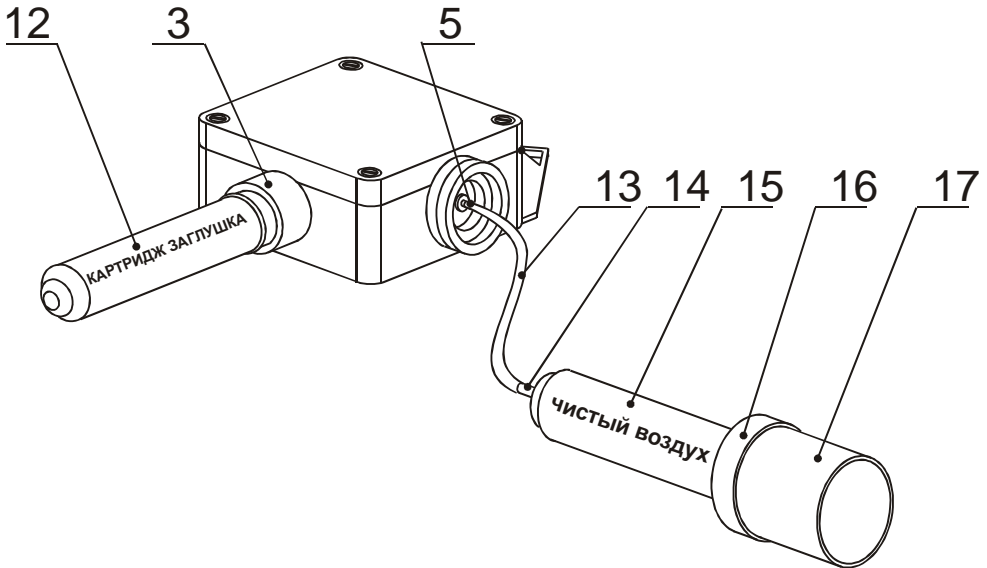

Рис. 2. Внешний вид комплекта подсоединенного к генератору.
Комплект состоит из картриджа-заглушки 12, картриджа-поглотителя 15 и насадки 16. Комплект, соединенный с генератором, показан на рис. 2.
- наденьте трубку ПВХ на выходной штуцер насадки (на рис. 2 не показан);